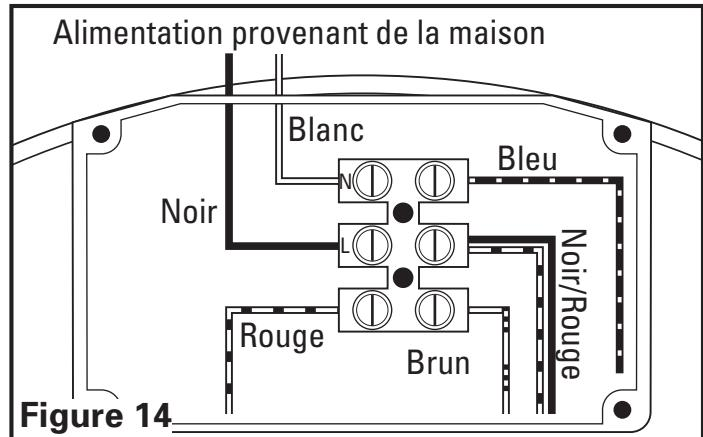

Figure 14
- Insérez le fil blanc provenant de la maison dans le port de la plaque de connexions étiqueté "N" et serrez à l'aide d'un petit tournevis régulier. Insérez le fil noir à partir du commutateur mural dans le port de la plaque de connexions étiqueté "L" et serrez à l'aide d'un petit tournevis régulier. Etant donné que le moteur est isolé au sein d'un boîtier de plastique, il n'est pas nécessaire de procéder à une mise à la terre (**Figure 14**).